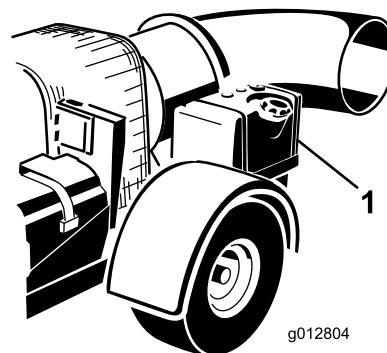

Figura 11
2. Pulite l'area circostante il tappo del serbatoio del carburante, e togliete il tappo (Figura 11).